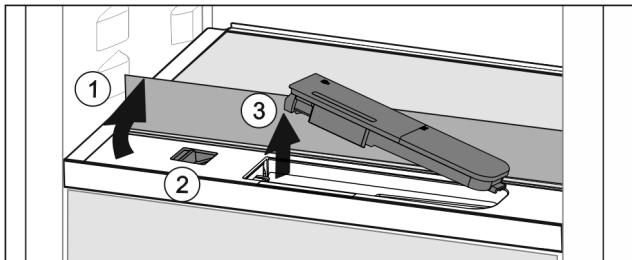

Fig. 41
- ▶ Glasplaat heffen en tot de aanslag naar achter klappen Fig. 41 (1).
- ▶ Schuif Fig. 41 (2) naar links schuiven.
- ▶ Waterreservoir eruit halen Fig. 41 (3).